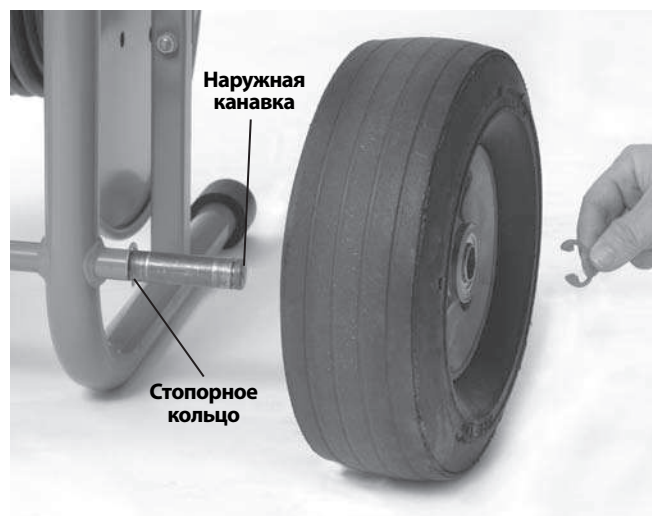

Рис. 4 – Сборка установки KJ-2200
1. Установите стопорное кольцо во внутреннюю канавку с каждой стороны оси. (См. рис. 4.)